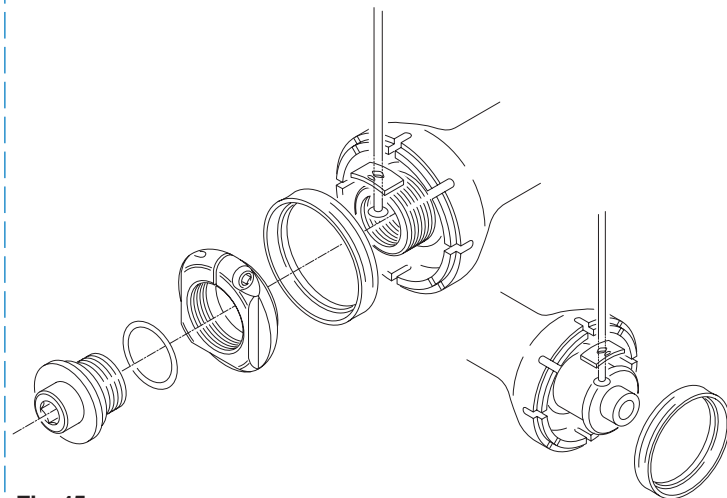

Fig. 45
posita sede sul lato del mozzo facendo attenzione che il lato con la tacca sulla faccia convessa della piastrina rimanga rivolto verso l'esterno del mozzo (Fig. 45).
that the side with the notch on the convex face of the plate is towards the outside of the hub (Fig. 45).
einsetzen und darauf achten, daß die konvexe und mit einer Kerbe versehene Seite des Plättchens von der Nabe nach außen hin gerichtet ist (Abb. 45).
l'encoche sur la surface convexe de la plaquette reste vers l'extérieur du moyeu (Fig. 45).
prestando atención a que el lado con la ranura en la cara convexa de la placa quede hacia el exterior del buje (Fig. 45).
• Plaats de spaken en plaatjes in de uitsparingen aan één zijde van de naaf, zorg ervoor dat de zijde met de inkeping tegenover de buitenkant van de naaf zit (fig. 45)